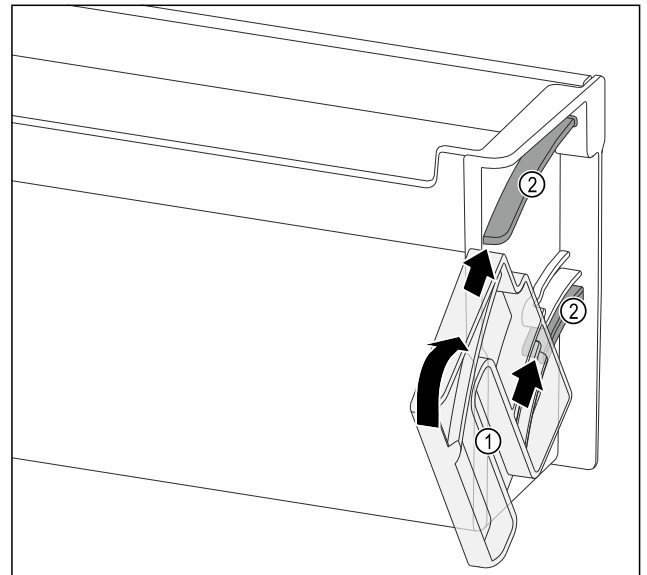

Fig. 117
- ▶ Dreheinheit Fig. 117 (1) so positionieren, dass die Aussparungen genau gegenüber den Führungskanälen Fig. 117 (2) des Türabstellers liegen.
- ▶ Dreheinheit Fig. 117 (1) in die angegebene Richtung drehen.